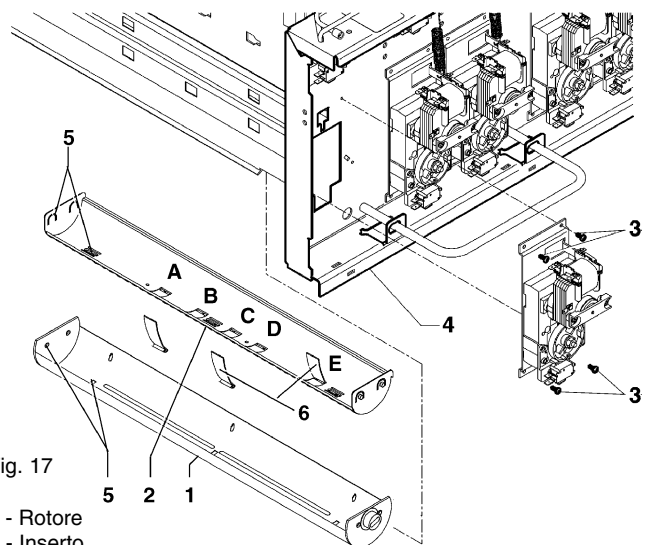

Fig. 17
- per predisporre il rotore alla distribuzione di quattro file di lattine è necessario inserire tre lamine antifurto nelle apposite cave (vedi fig. 17). Le lamine impediscono alle lattine di scorrere nel rotore quando questo è parzialmente scarico. Le lamine sono da inserire nelle cave B-D-E per le lattine da 250 cc e nelle cave A-C-E per le lattine da 330 e da 355 cc.